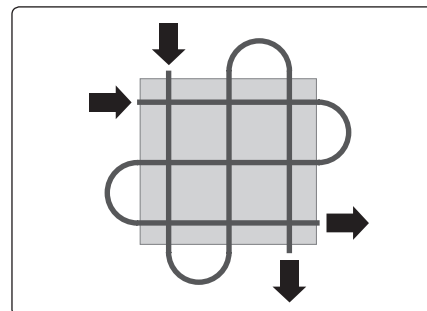

Abb. 6
- Beim Spritzen von großen Flächen führen Sie die Pistole in waagerechter Richtung hin und zurück, und dann quer von oben nach unten, wie auf der Abb. 6 dargestellt ist.